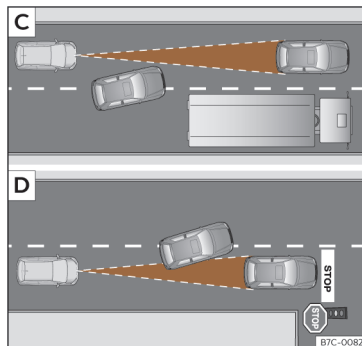

Fig. 113 [C] Mudança de faixa de um veículo. [D] Veículo em circulação e outro parado.
- Veículos que mudem para a faixa na qual circula a pouca distância do veículo >>> **Fig. 113** [C].
O ACC não reage perante veículos detidos. Se, por exemplo, um veículo detetado pelo ACC roda ou se afasta e em frente do mesmo se encontra um veículo parado, o ACC não reagirá face a este último >>> **Fig. 113** .